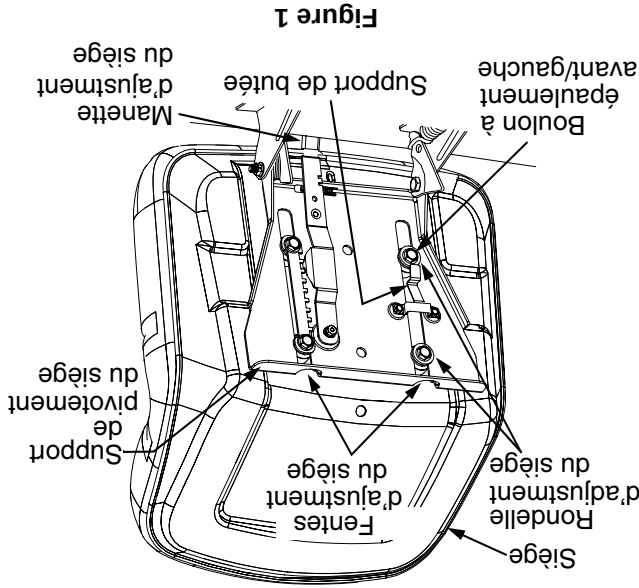

Figure 1
- Redressez partiellement le support de pivotement du siège. Voir la Figure 1.
- Continuez à pousser le siège vers l'avant dans le support de pivotement jusqu'à ce que le boulon à épaulement avant/gauche du siège passe en avant du support de la butée sur le support de pivotement du siège. Voir la Figure 1.